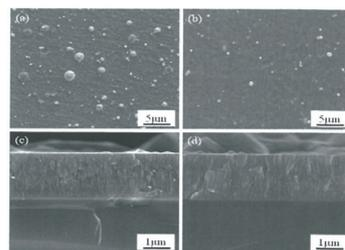

图 2 传统电弧及劈裂电弧所沉积的 AlTiN 涂层对比
通过以传统电弧及劈裂电弧所沉积的 AlTiN 涂层测试及对比 (1)，从图 2 可以观察得到，以传统电弧所沉积的 AlTiN 表面质量 (往后以 c-AlTiN 表示)，液滴大，表面较粗糙 (见图 2(a))，从涂层断面可以看到其涂层结构是柱晶状 (见图 2(c))；而以劈裂电弧所产生的 AlTiN 表面质量 (往后以 s-AlTiN 表示)，液滴细而少，表面光滑 (见图 2(b))，而涂层结构相比于传统电弧更致密 (见图 2(d))。